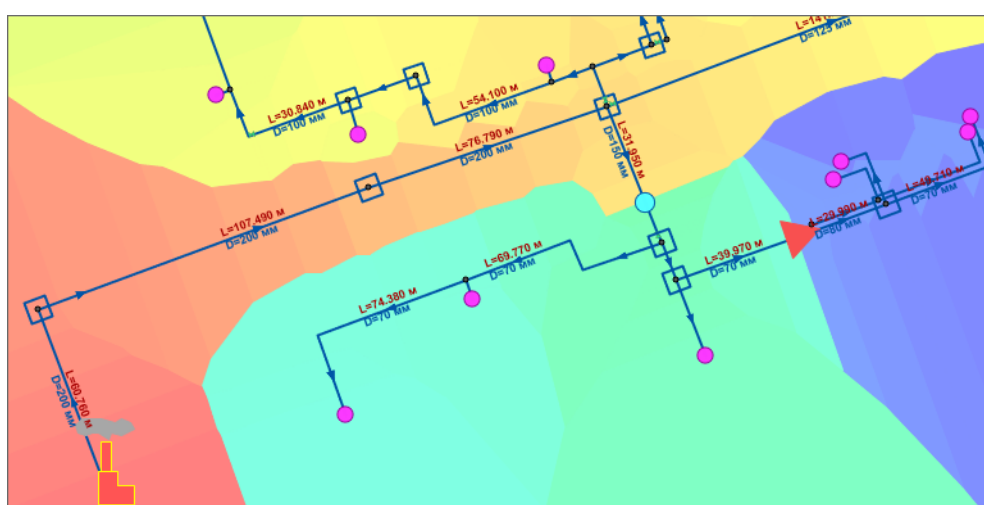

Рисунок 22.3. Раскраска тепловой сети зонами (по располагаемому напору) с помощью встроенных фильтров
4. Выбрать закладку Раскраска, (смотрите Рисунок 22.3, «Раскраска тепловой сети зонами \(по располагаемому напору\) с помощью встроенных фильтров»);